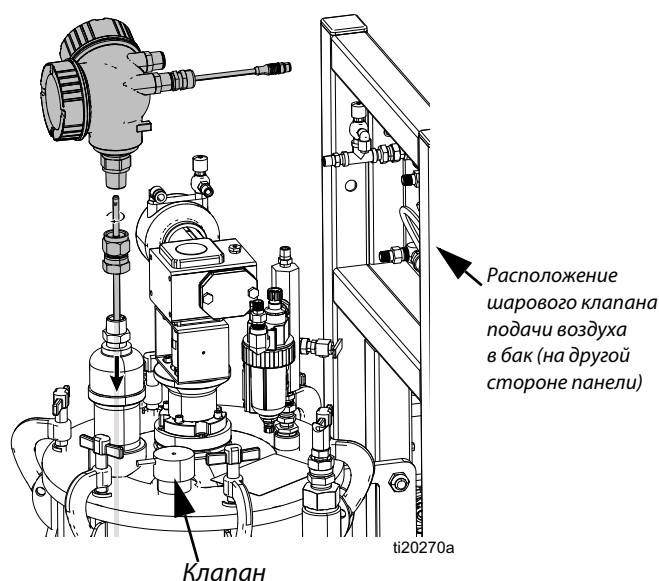

Рис. 9: Монтаж датчика уровня
1. Опорожните бак, закройте шаровой клапан подачи воздуха в бак, затем откройте клапан на крышке бака для сброса давления. См. Рис. 9.